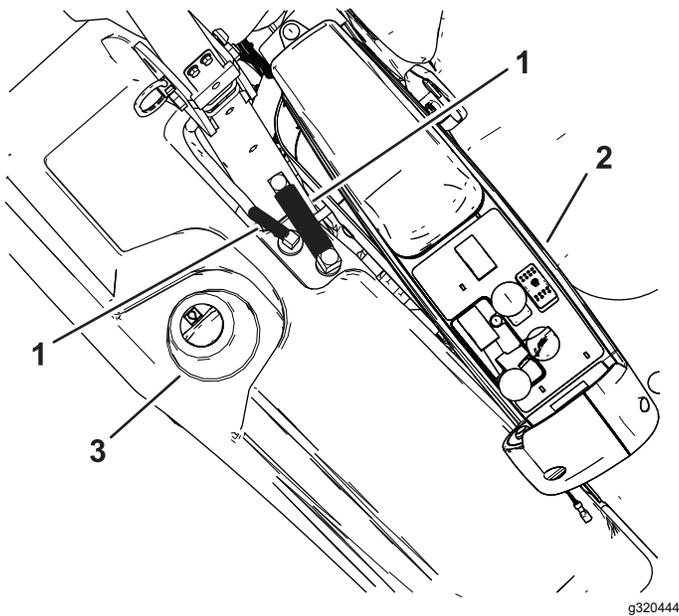

Figura 9
5. Instale las mangueras de ventilación como se muestra en la Figura 9.